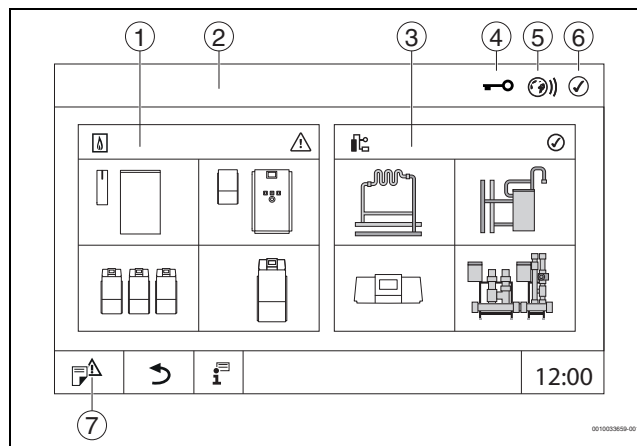

Fig. 8 Prezentare generală a sistemului (exemplu)
- ▶ Apăsați **Instalație** (→ Fig. 8, [3], pagina 16).